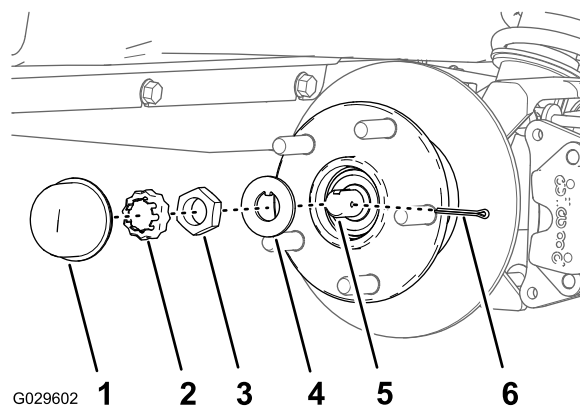
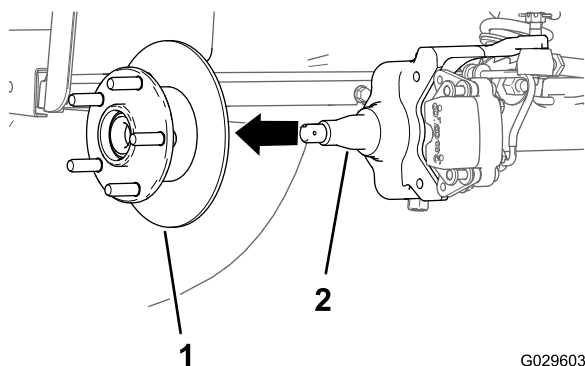

Figura 28
Figura 29
4. Retire o tampão antipoeira e a anilha do cubo (Figura 28).
5. Retire o contrapino e o retentor do eixo e porca do eixo (Figura 28).
6. Retire a porca do eixo do eixo e afaste o conjunto do cubo e o rotor do eixo (Figura 28 e Figura 29).